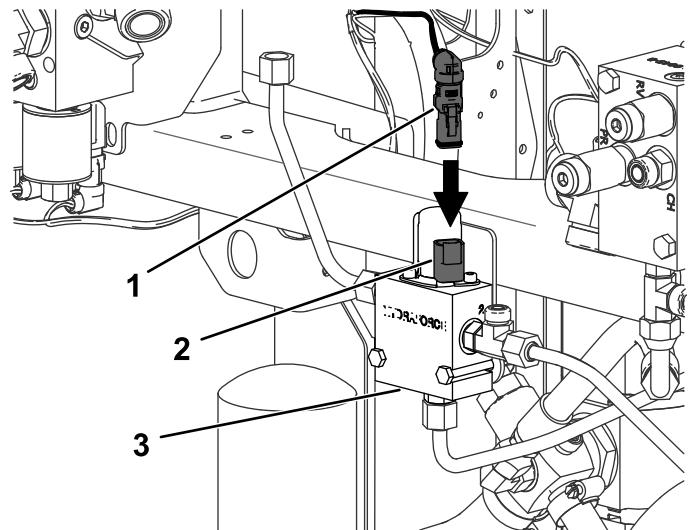

Figura 31
12. Collegate la spina angolata proveniente dal nuovo cablaggio preassemblato alla bobina sul collettore a 3 vie (Figura 31).